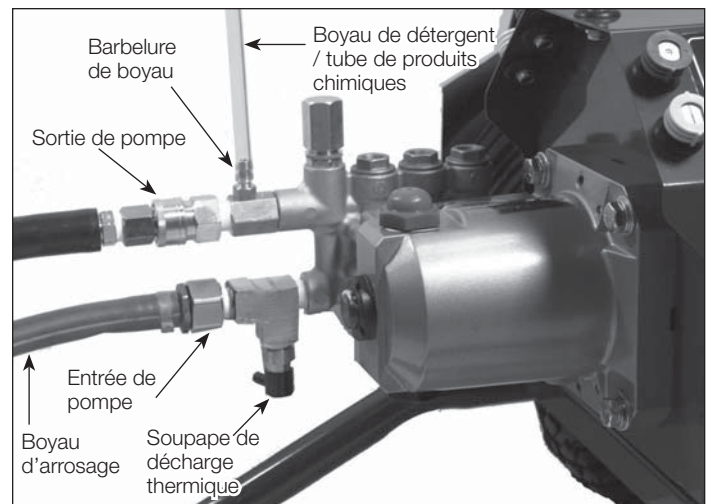

Figure 7 - Raccord de pompe
4. Fixez le tuyau d'arrosage (non inclus) au raccord d'entrée de la pompe (voir Figure 7).